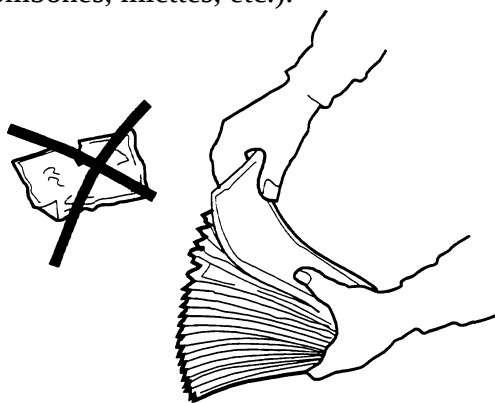

Figure 4-2. Removing Torn/Worn Notes. Figure 4-2. Enlèvement des billets déchirés/usés.
3. Pour déposer la cassette à billets choisie, saisissez la poignée de la cassette d'une main en tenant le mécanisme en place avec l'autre main (voir la figure 4-2). Tirez la cassette légèrement. Placez une main sous la cassette pour la supporter pendant que vous glissez la cassette à l'extérieur de l'appareil.